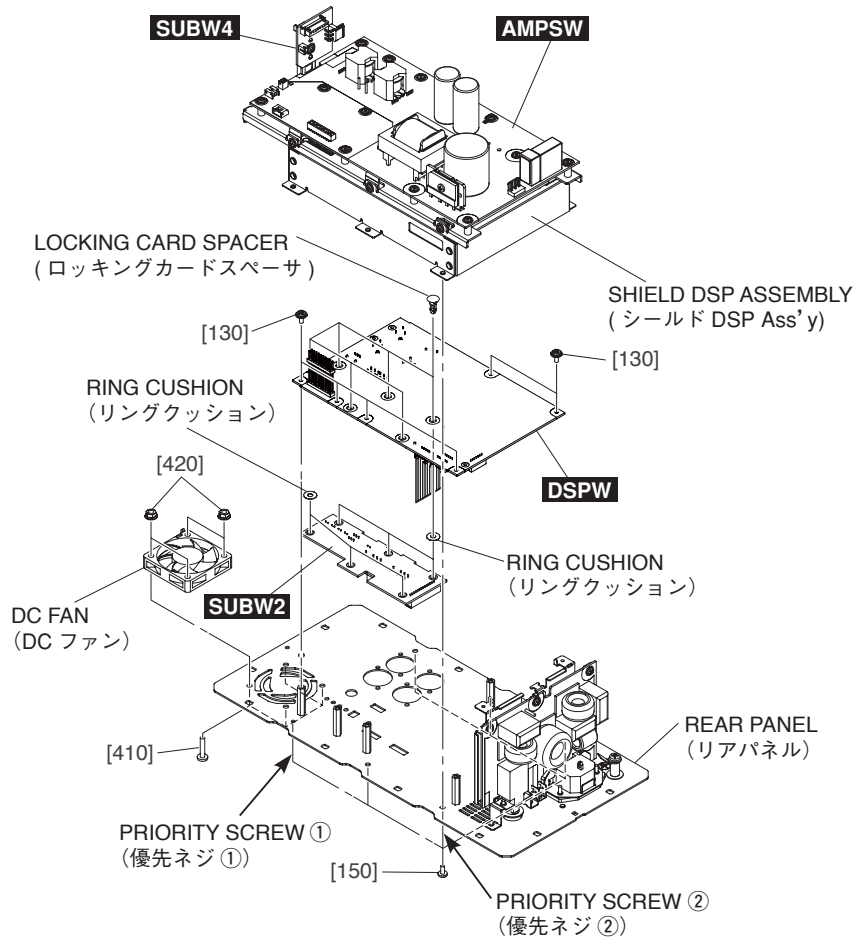
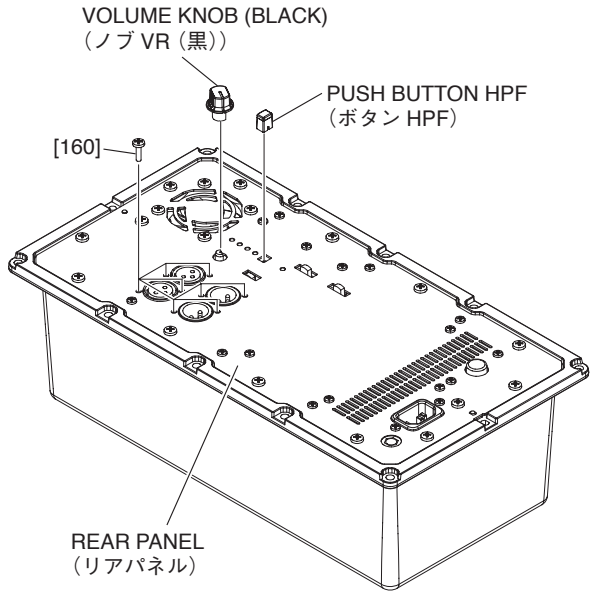

Fig. B-6 (図B-6)
Fig. B-7 (図B-7)
B-7-4 Remove the six (6) screws marked [150] from the rear panel side. The shield DSP assembly can then be removed together with the AMPSW circuit board and SUBW4 circuit board. (Fig. B-6)
* **When installing the shield DSP assembly, first tighten the two (2) priority screws in order as shown in Fig. B-6.**
B-7-5 Remove the volume knob (black) and eight (8) screws marked [160] from the rear panel side. (Fig. B-7)
B-7-6 Remove the six (6) screws marked [130]. The DSPW circuit board can then be removed together with the SUBW2 circuit board. (Fig. B-6)
B-7-7 Remove the SUBW2 circuit board from the six (6) locking card spacers of the DSPW circuit board. (Fig. B-6)
* **The six (6) locking card spacers are not parts of the DSPW circuit board. When replacing the DSPW circuit board, remove the six (6) locking card spacers from the DSPW circuit board and install them to the new circuit board. (Fig. B-6)**
* **The push button HPF and the six (6) ring cushions are not parts of the SUBW2 circuit board. When replacing the SUBW2 circuit board, remove the push button HPF and the six (6) ring cushions from the SUBW2 circuit board and install them to the new circuit board. (Fig. B-6, Fig. B-7)**
B-8-4 Remove the four (4) screws marked [410] and four (4) hexagonal flange nuts marked [420]. The DC Fan can then be removed. (Fig. B-6)
B-7-4 リアパネル面から [150] のネジ 6 本を外して、AMPSW シート、SUBW4 シートと共にシールド DSP Ass'y を外します。(図 B-6)
※ シールド DSP Ass'y を取り付けるときは、優先ネジ 2 本を図に示す順番で先に締めてください。(図 B-6)
B-7-5 リアパネル面からノブ VR (黒) 1 個と [160] のネジ 8 本を外します。(図 B-7)
B-7-6 [130] のネジ 6 本を外して、SUBW2 シートと共に DSPW シートを外します。(図 B-6)
B-7-7 DSPW シートのロッキングカードスペーサ 6 箇所から SUBW2 シートを外します。(図 B-6)
※ ロッキングカードスペーサ 6 個は、DSPW シートの構成部品ではありません。DSPW シートを交換する際には、DSPW シートからロッキングカードスペーサ 6 個を取り外して、新しいシートに取り付けてください。(図 B-6)
※ ボタン HPF 1 個とリングクッション 6 個は、SUBW2 シートの構成部品ではありません。SUBW2 シートを交換する際には、SUBW2 シートからボタン HPF 1 個とリングクッション 6 個を取り外して、新しいシートに取り付けてください。(図 B-6、図 B-7)
B-8-4 [410] のネジ 4 本と [420] の六角フランジナット 4 個を外して、DC ファンを外します。(図 B-6)